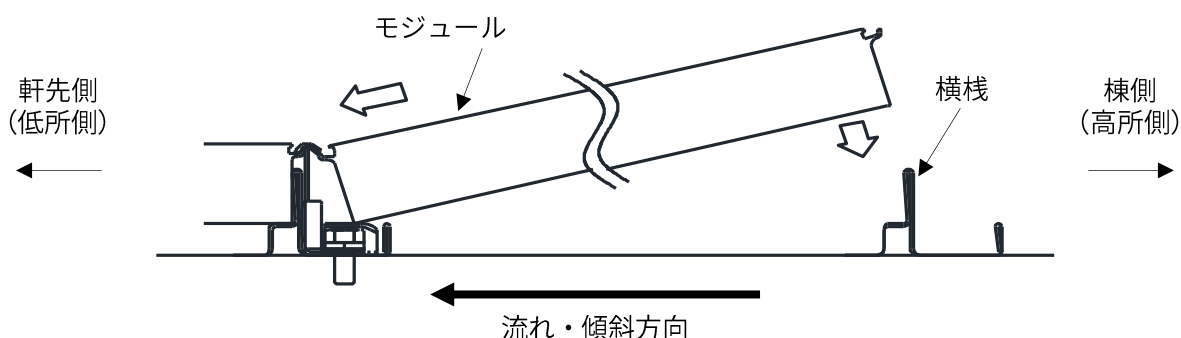
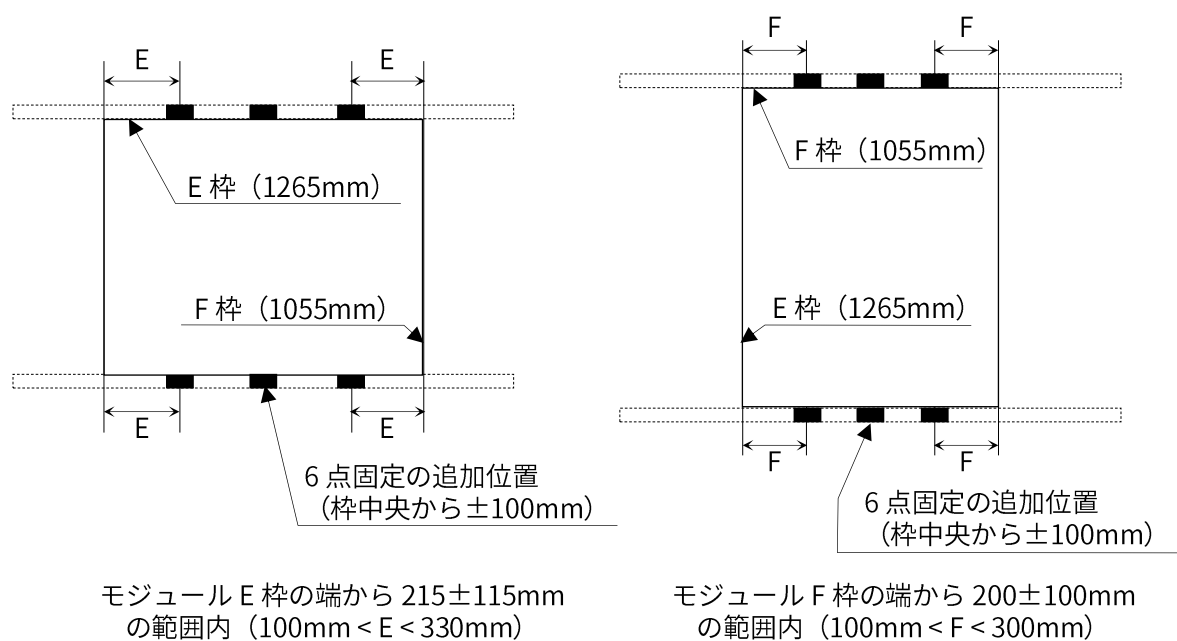

図 3-1. YSⅡ工法 モジュール固定図
図 3-4. 固定範囲
図 3-1 に示すように、モジュール枠側面にある L 字の引っ掛け部分（溝）を使って固定する方法です。弊社指定の専用固定金具を枠側面の溝に引っ掛け、その専用固定金具を M8 ボルトにて横桟へ固定します。また、軒先側については、軒先カバーを同様に固定します。4 点固定の場合は、専用固定金具の固定位置は図 3-4, 3-5 に示すように、固定する枠ごとに 2 ヶ所、モジュール全体で 4 ヶ所を固定し、モジュール端より E 枠の $215 \pm 115\text{mm}$ ・ F 枠の $200 \pm 100\text{mm}$ の範囲で固定してください。固定点を追加する場合は、図 3-4, 3-5 に示すように 6 ヶ所で固定することもできます。
④一番棟側で、モジュール押え金具にタッピングトラス M4×6 でアース接続してください（図 3-4 参照）。
太陽電池モジュール E 枠（図 3-4 参照）のアース用ネジ穴にアース線をタッピングトラス M4×6 で取付けてください。